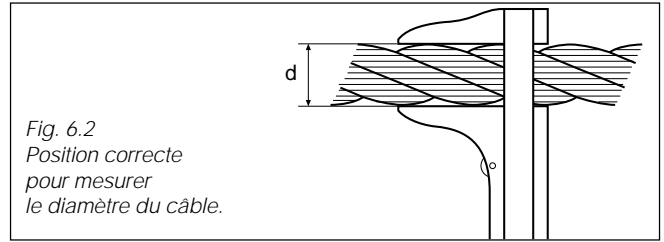

Fig. 6.2
- réduction du diamètre du câble, valeur minimale = 8,6 mm. Mesurer comme indiqué fig. 6.2.